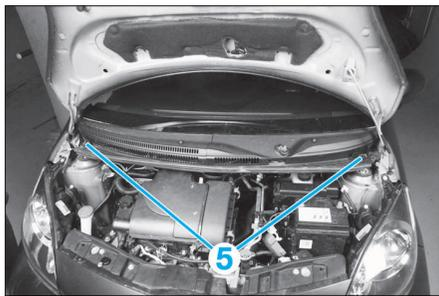

FIG. 25
- Déposer les 2 agrafes de fixations (5) (Fig.25).